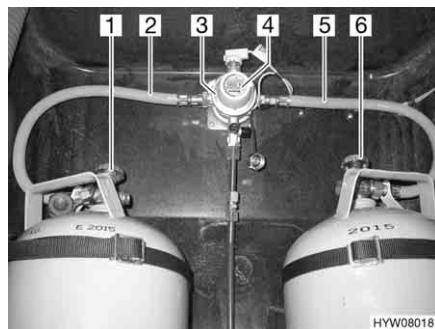
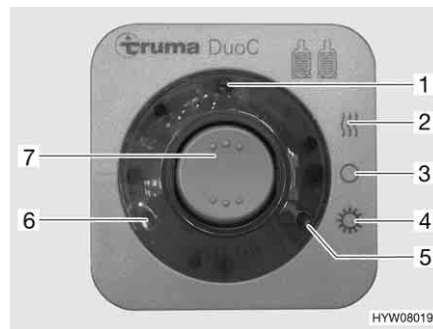

Fig. 103 Dispositif de commutation DuoControl
Fig. 104 Unité de commande
Le dispositif de commutation DuoControl est composé d'une valve de commutation (Fig. 103,3) et de l'unité de commande (Fig. 104). La valve de commutation est montée entre les lyres (Fig. 103,2 et 5). Un bouton rotatif (Fig. 103,4) situé sur la valve de commutation permet de définir laquelle des bouteilles de gaz est celle de service et laquelle est celle de réserve.
Seules les fonctions électriques peuvent être activées sur l'unité de commande (Fig. 104). Les robinets principaux des bouteilles de gaz (Fig. 103,1 et 6) doivent être ouverts manuellement.
La valve de commutation garantit une pression du gaz constante, indépendamment de la bouteille qui fournit le gaz. Les deux voyants de contrôle de l'unité de commande indiquent le niveau de remplissage de la bouteille de service. Lorsque le voyant de contrôle vert (Fig. 104,6) s'allume, la bouteille de service est entièrement chargée. Lorsque le voyant de contrôle rouge (Fig. 104,5) s'allume, la bouteille de service est vide. L'alimentation en gaz s'effectue également par la bouteille de réserve.
- Ouvrir les robinets principaux des bouteilles de gaz (Fig. 103,1 et 6).
- Choisir la bouteille de gaz avec le bouton rotatif (Fig. 103,4) de la valve de commutation (Fig. 103,3) à partir de laquelle le gaz sera utilisé principalement (bouteille de service).
- Mettre en marche le dispositif de commutation DuoControl sur l'unité de commande (Fig. 104).
Pour ce faire, régler le commutateur à bascule (Fig. 104,7) sur régime hiver "Marche et chauffage" (Fig. 104,2) ou bien sur régime été "Marche" (Fig. 104,4). La valve de commutation est maintenant désaérée. Le voyant de contrôle jaune (Fig. 104,1) s'allume si le régime hiver est sélectionné et l'installation de dégivrage est activée.
- Mettre le commutateur à bascule (Fig. 104,7) sur "O" (Fig. 104,3). Le voyant de contrôle jaune (Fig. 104,1) s'éteint.
- Fermer les robinets principaux des bouteilles de gaz (Fig. 103,1 et 6).
Les voyants de contrôle de l'unité de commande (Fig. 104,5 et 6) signalisent à l'intérieur du véhicule si la bouteille de gaz est en état de marche.
Si le voyant de contrôle vert (Fig. 104,6) s'éteint durant le fonctionnement et le voyant de contrôle rouge (Fig. 104,5) s'allume, la bouteille de gaz définie comme bouteille de service est vide et doit être remplacée. La bouteille de réserve alimente les appareils à gaz.